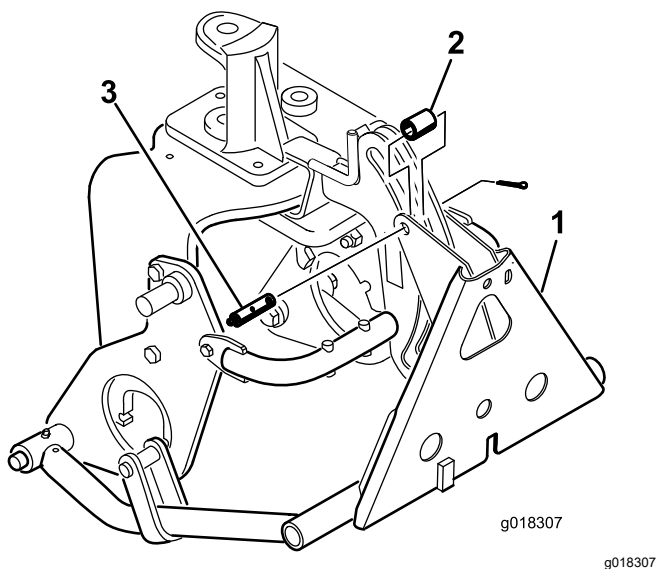

Рисунок 15
- Закрепите адаптер рамы на раме сцепки с помощью трубки, шплинтуемого штифта и шплинта (Рисунок 15).